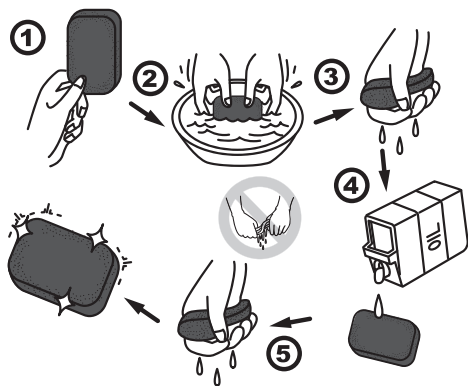

Рис. 17 Обслуживание фильтрующего элемента
4. При незначительном загрязнении промойте поролоновый фильтрующий элемент теплым мыльным раствором и просушите. Смочите специальным или чистым моторным маслом, после чего отожмите излишки масла (Рис. 17).